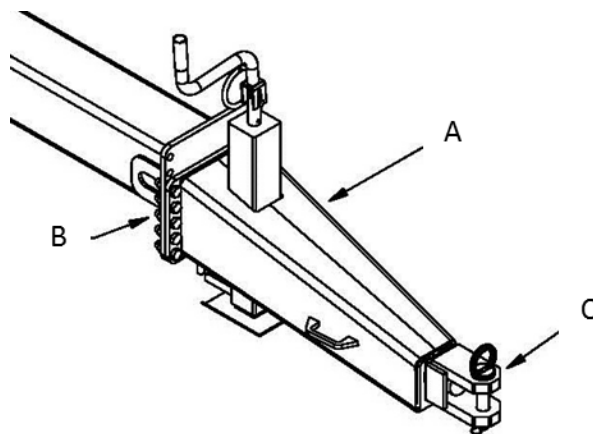

Figure 5 – Ajustement de la tête d'attelage
Avant de fixer la remorque au tracteur, assurez-vous que la remorque est parallèle au sol. Au besoin, ajustez la hauteur de la tête d'attelage (A) avec des boulons (B) (voir la Figure 5).